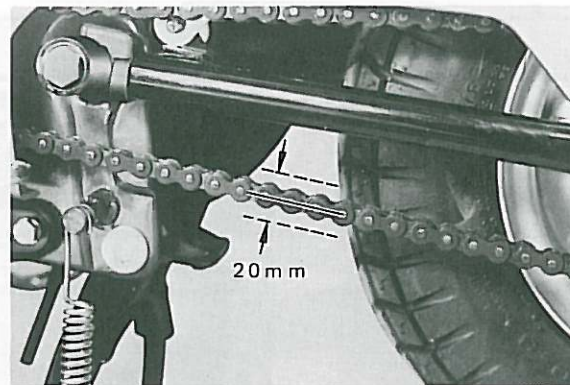

Fig. 2-4-6
- c. With rider in position on machine with both wheels on ground, set axle adjusters until there is 15 to 20 mm freeplay in the drive chain at the bottom of the chain at a point midway between the drive and driven axles. (Fig. 2-4-6)
- c. Avec une personne assise sur la selle et les deux roues reposant sur le sol, régler les tendeurs de chaîne de telle sorte que la chaîne présente une flèche de 15 à 20 mm au centre de sa partie inférieure, à mi-chemin entre le pignon de commande et le pignon arrière. (Fig. 2-4-6)
- c. Achseinstellbügel so einstellen, daß die Kette 15 bis 20 mm senkrecht Gesamtspiel in der Mitte des unteren Abschnittes zwischen An- und Abtriebskettenrad hat, wobei beide Räder auf dem Boden stehen müssen und der Fahrer auf der Maschine sitzen muß. (Fig. 2-4-6)